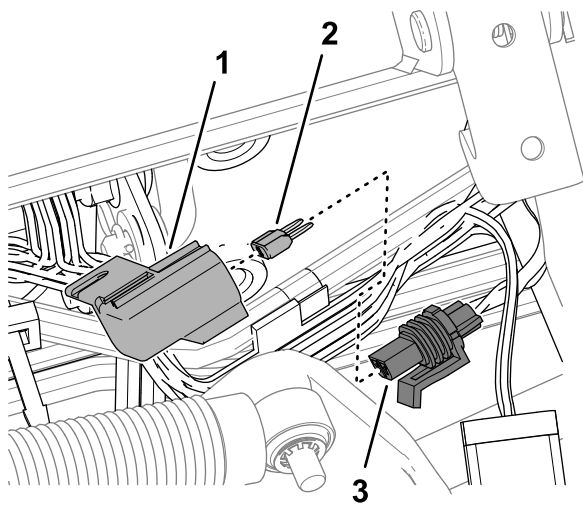

Figura 104
- Retire el tapón del portafusibles en línea marcado 10 A FUSE TELEMATIC PWR () Figura 104.